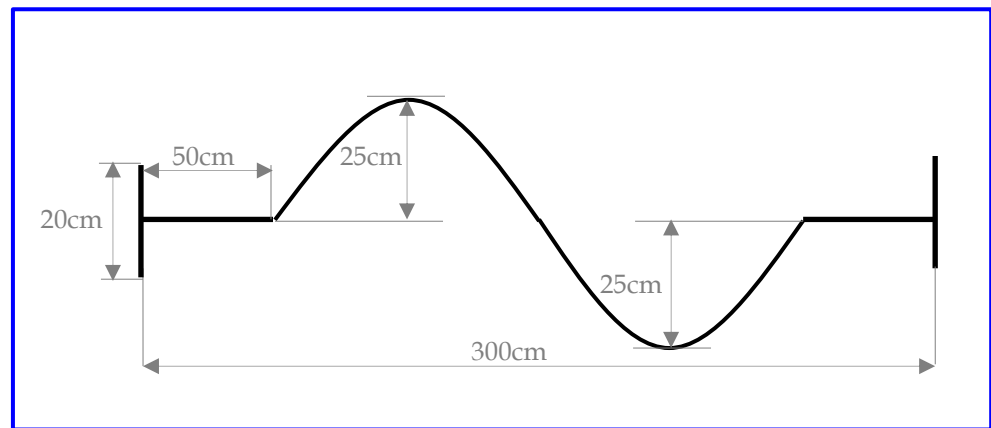

Figure 1 : Trajectoire de l'étape de qualification
Il s'agit d'une course pour parcourir le plus rapidement possible la trajectoire donnée dans la figure 1. Les robots les plus rapides seront qualifiés pour la deuxième étape.
- La figure 1 représente la trajectoire de l'étape de qualification.